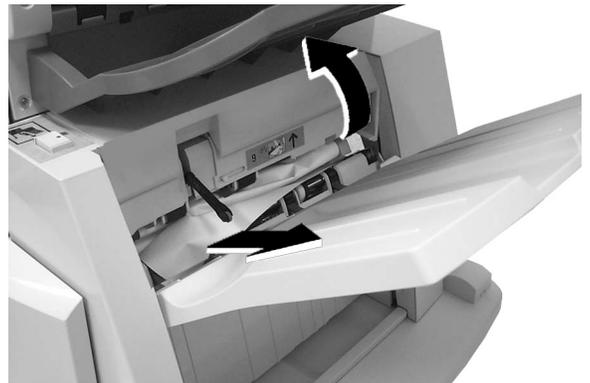

Abbildung 18: Die Ausgabeabdeckung des Finishers anheben und Papier aus Bereich 9 entfernen
- 1** Die Ausgabeabdeckung des Finishers (Bereich 9 über dem Ausgabefach des Finishers) anheben und in dieser Position halten (Abbildung 18).
- 2** Das gestaute Papier entfernen (Abbildung 18).